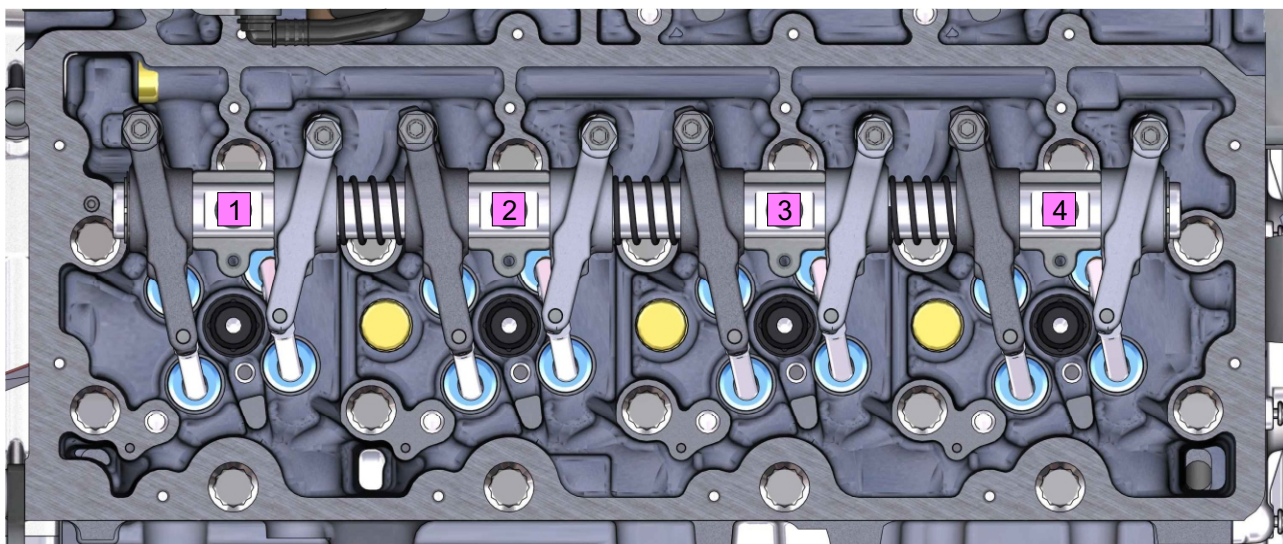

Рисунок 2 - Порядок окончательной затяжки болтов крепления оси коромысел
- начиная слева, последовательно перемещаясь вправо дотянуть моментом  $M_{кр}=73,54\pm 4,9$  Н м (см. рисунок 2).